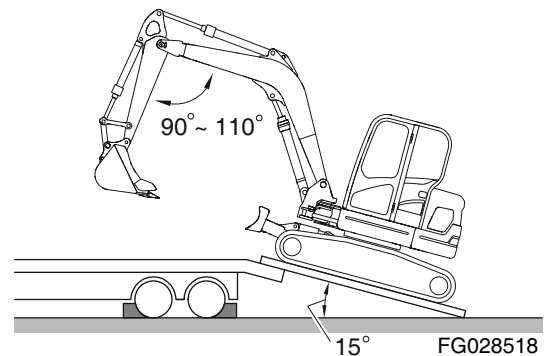

Figura 2
1. Asegúrese de aparcar el remolque en una superficie firme y nivelada. Consulte Figura 2.